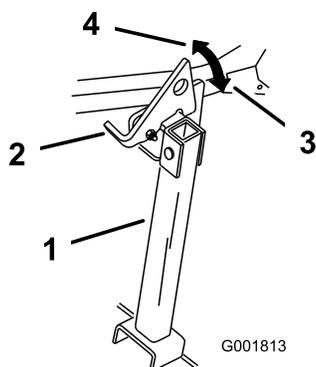

Figure 37
2. Relevez le verrou en position déverrouillée (Figure 37).